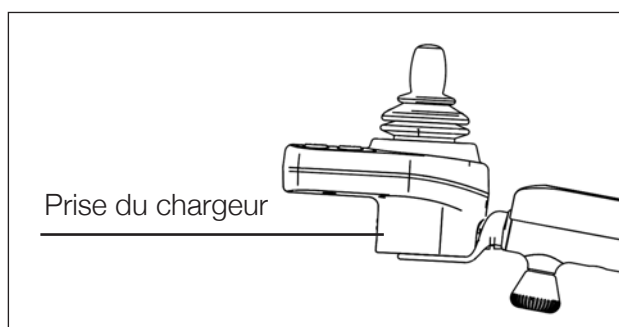

Fig 11.
**Prise du chargeur :** cette prise ne peut être utilisée que pour le chargement du fauteuil roulant. N'utilisez pas la prise pour alimenter un autre appareil électrique, car cela pourrait endommager le système de contrôle du fauteuil roulant ou ses performances CEM (compatibilité électromagnétique). (Fig.11)